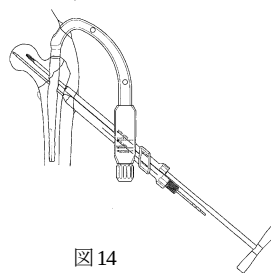

図14
- 12) 選択したエクストラスクリューを、エクストラスクリュー用 T レンチを用いて挿入します。(図14)